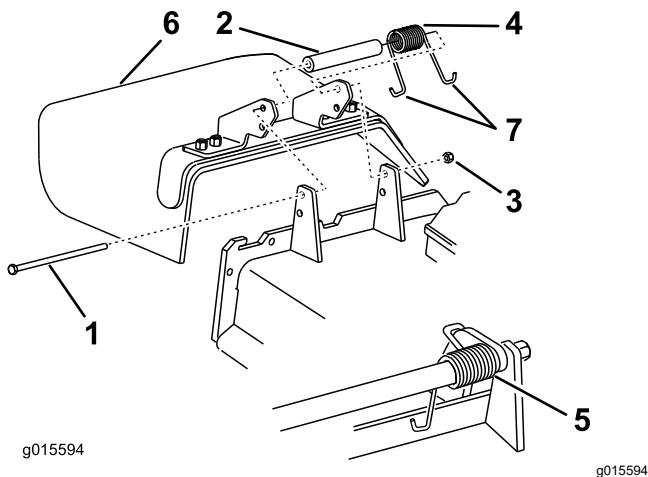

Figure 51
3. Retirez le contre-écrou, le boulon, le ressort et l'entretoise qui fixent le déflecteur aux supports de pivot (Figure 51).
4. Enlevez le déflecteur s'il est endommagé ou usé (Figure 51).
Remarque: Prenez soin de placer une extrémité en J du ressort derrière le bord du tablier avant de mettre le boulon en place, comme montré à la Figure 51.
8. Placez une extrémité en J du ressort autour du déflecteur d'herbe (Figure 51).